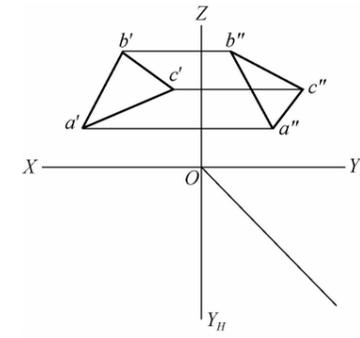

图 1-7
2. 补全图 1-7 所示平面 ABC 的第三视图。(15 分)